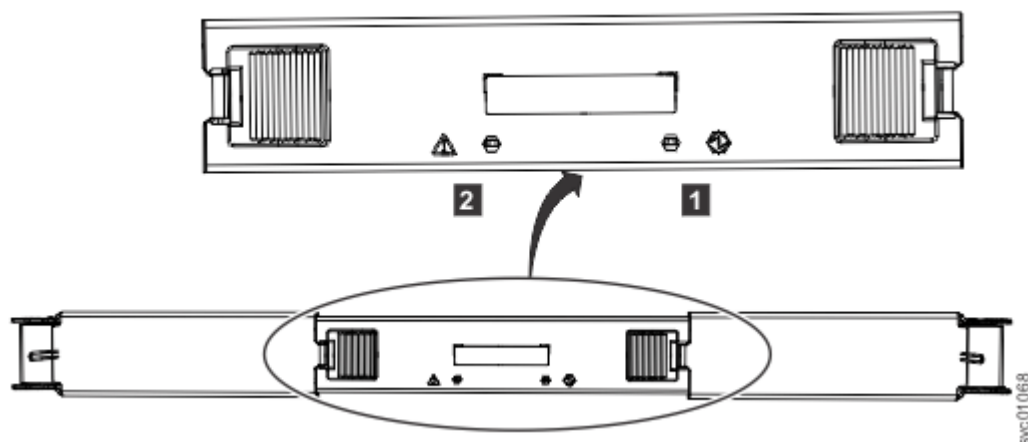

Figura 87. LEDs em um módulo do expansor secundário
2. Identifique o módulo do expansor secundário a ser substituído; Figura 87 na página 76 mostra os LEDs na parte superior de um módulo do expansor secundário.